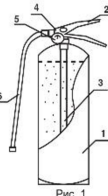

Рис. 1
4.1. Огнетушитель (рис. 1) состоит из корпуса 1, наполненного огнетушащим порошком 7. На горловине закреплено запорно-пусковое устройство 4 с индикатором давления 5. ЗПУ оснащено ручкой для переноски огнетушителя и ручкой для управления подачей порошка 2. Огнетушитель оснащен сифонной трубкой 3, гибким рукавом 6 (кроме ОП-1, ОП-2, ОП-3) и распылителем для получения факела распыла порошка. Огнетушитель оснащен чехол для предотвращения саморазбрызгивания.
На баллоне нанесена маркировка в одну, две или три строки. Допускается размещение наклейки (надписи) в центральной части цилиндрической поверхности, граничащей с верхней крышкой: по диаметру крышки, вдоль баллона по высоте, по диаметру цилиндрической части обечайки в нижней, средней или верхней частях обечайки (смотри рис. 1). Содержащая следующую информацию: